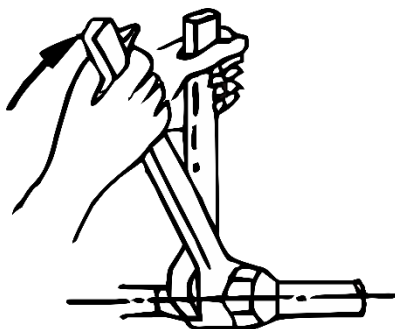

Figura 4 – Método de aperto da tubulação para evitar torção nos tubos.
- Ao conectar a tubulação de entrada e saída de água, use duas chaves para ajustar ambas as partes dos tubos, garantindo que os tubos de entrada e saída de água não sofram nenhuma torção (ver figura 4).